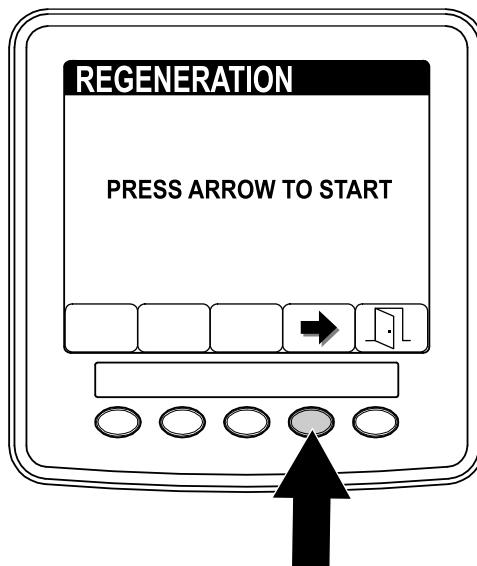

Figura 51
- No ecrã de regeneração, prima o botão 4 para iniciar o processo de regeneração (Figura 51).